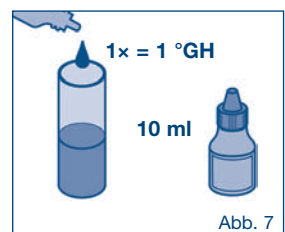

Abb. 7
1. Die Gesamthärte kann beim Wasserversorger erfragt werden oder mittels Schnelltest (Tröpfchentest, Abb. 7) bestimmt werden. Auf Basis der Gesamthärte und dem Anwendungsfall kann die Bypasseinstellung gewählt und die typische Filterkapazität aus Tabelle 1 in Kapitel 10 entnommen werden.